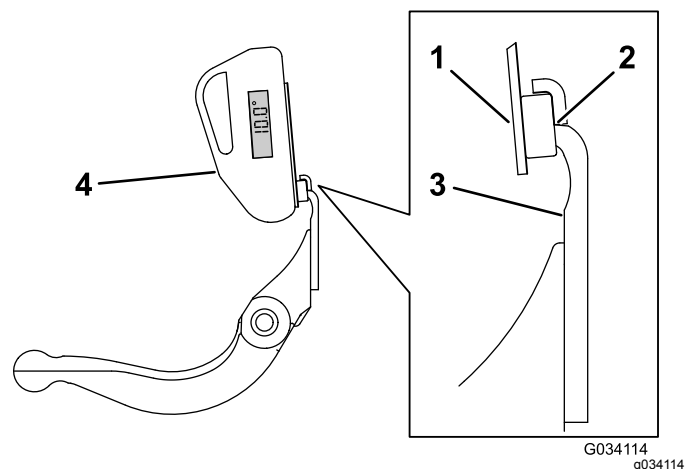

図 28
3. 傾斜計のマウントをベッドナイフのエッジに合わせ、マグネットのエッジとベッドナイフのエッジを密着させる 図 28。
4. 図 28 に示すように、マウントの上に傾斜計を置く。